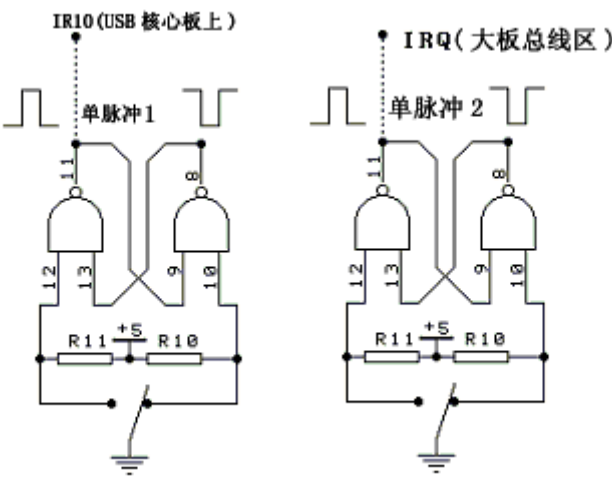

图4-12-1
- 1)、中断IRQ3实验，实验电路如图4-12-1，直接用手动产生单脉冲2作为中断请求信号（只需连接一根导线）。要求每按一次开关产生一次中断，在屏幕上显示一次“TPCA Interrupt!”，中断10次后程序退出。
- 2)、中断IRQ10实验，实验电路如图4-12-1，用手动产生单脉冲1作为中断请求信号，每按一次开关产生一次中断，在屏幕上显示一次“ ”，中断10次后退出。
- 3)、中断嵌套实验，实验电路如图4-12-1，分别用手动产生单脉冲作为中断IRQ3和IRQ10的请求信号，申请中断IRQ3后，进入中断3程序，再申请高级中级IRQ10。